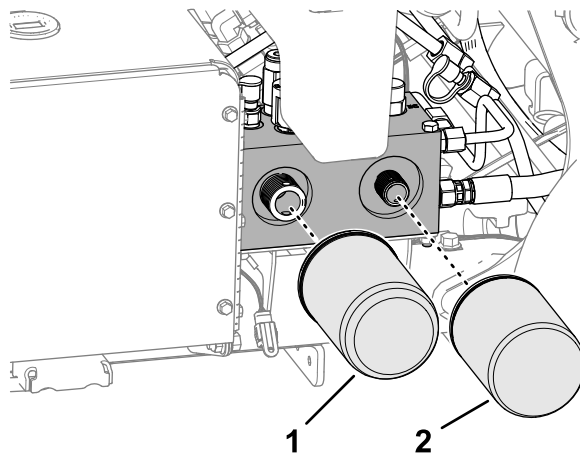

Figura 181
2. Amplasăți o tavă de scurgere sub filtre, îndepărtați filtrele vechi și tergeți suprafața garniturii adaptorului de filtru (Figura 181).